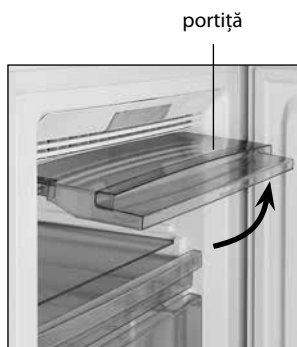

Figura 7
3.1 Pentru a încarca produsele pe raftul de sticlă de sus ridicați portița până la fixarea ei în poziție orizontală cum vedeți în figura 7.